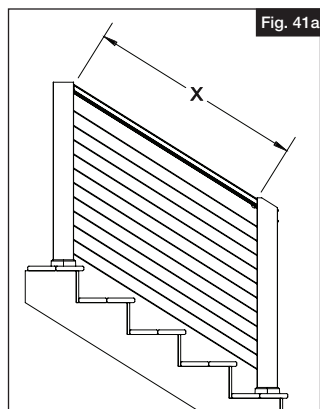
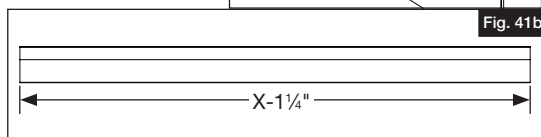

Fig. 41a
Fig. 41b
- 12.** Mesurer la longueur de la partie supérieure de la poutre supérieure (Fig. 41a). Soustraire 1¼ po (31,8 mm), et couper le profilé supérieur à cette longueur (Fig. 41b).